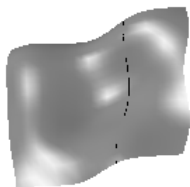

图 6.3.3 状态 1
- 按钮：用于调整固定曲线的方向，有三种状态，分别为、和，其对应结果分别如图 6.3.3~图 6.3.5 所示。